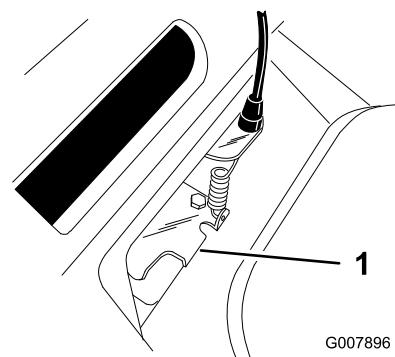

Figura 26
5. Empuje hacia abajo la pestaña guía de la correa hasta que entre en contacto con el cortacésped, y sujetela en esa posición (Figura 26).